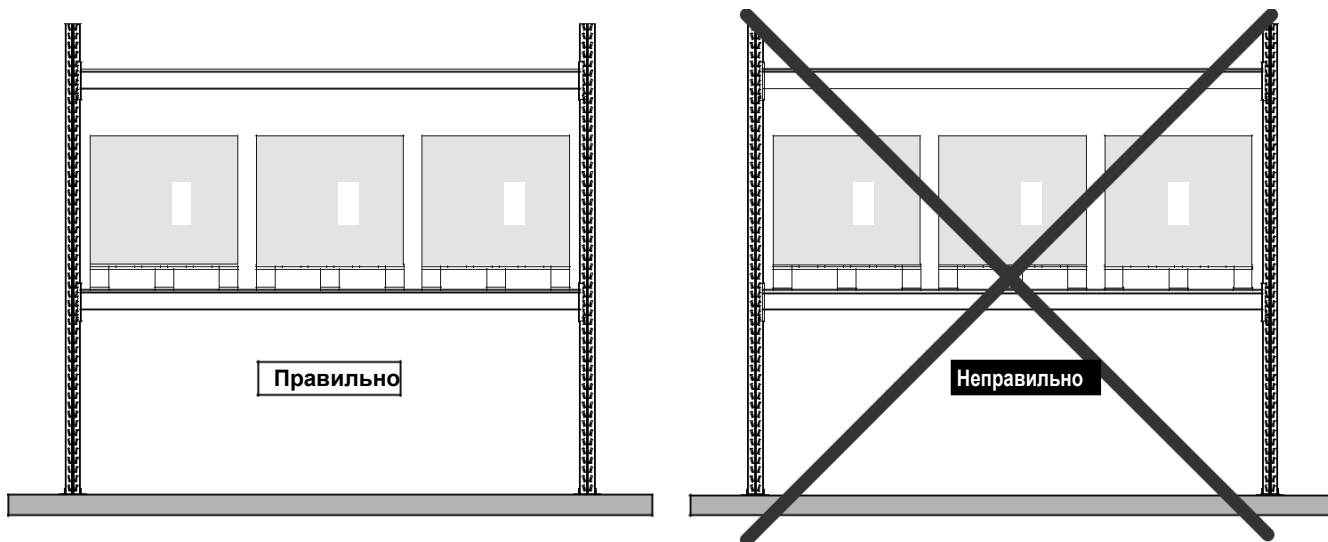

Рисунок 9 - Порядок размещения грузовой единицы на ярусе
- ▶ Если требуется установить больше двух грузовых единиц, ячейки необходимо заполнять от краев к центру (рис. 9);